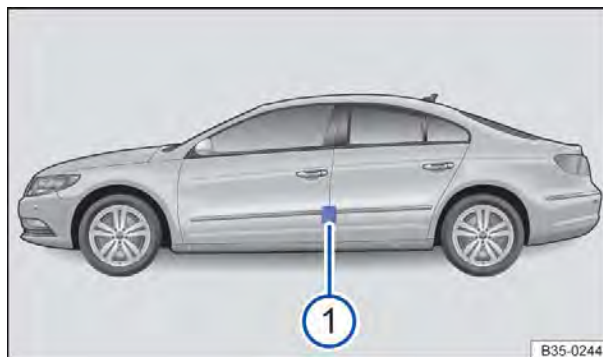

Fig. 207 Na coluna do condutor: etiqueta com as pressões dos pneus ① (alternativa ao lado interno da portinhola do tanque).
- (A) Pressão dos pneus para os pneus do eixo dianteiro.
- (B) Pressão dos pneus para os pneus do eixo traseiro.
- ① Pressão dos pneus nos pneus frios.
- ② Pressão dos pneus no carregamento parcial.
- ③ *Dependendo do veículo*: pressão dos pneus de conforto no carregamento parcial.
- ④ Pressão dos pneus no carregamento total.
- ⑤ Pressão dos pneus para a roda sobressalente.
A etiqueta com as pressões dos pneus fornece a pressão dos pneus correta para os pneus montados de fábrica. As indicações valem para os pneus de verão, do ano todo e de inverno. A etiqueta com as pressões dos pneus está na coluna da porta do condutor ⇒ Fig. 207 ① ou na parte interna da portinhola do tanque.